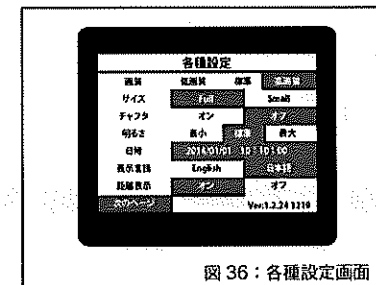

図36：各種設定画面1
●各種設定画面を表示する (図 36)
- MENU ボタンを押すと図 36 の各種設定画面が表示されます。変更、設定したい機能を↑↓にて選択し▶再生ボタンを押すとカーソルが右へ異動し、設定を選択できるようになります。設定したいモードを選び、▶再生ボタンを押すと設定が変更され、カーソルが左に移動します。